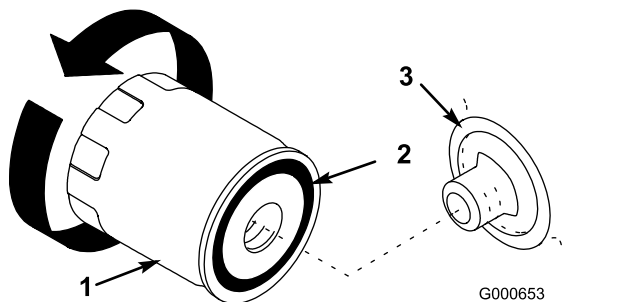

Figure 25
7. Déposez le filtre à huile usagé et essuyez la surface du joint de l'adaptateur (Figure 25).
10. Appliquez une fine couche d'huile neuve sur le joint en caoutchouc du filtre de rechange (Figure 25).
11. Posez le filtre à huile de rechange sur l'adaptateur. Tournez le filtre dans le sens horaire jusqu'à ce que le joint touche l'adaptateur, puis donnez 1/2 tour supplémentaire (Figure 25).